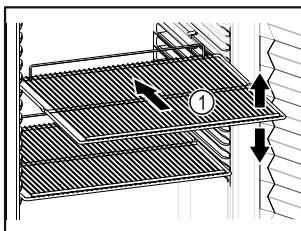

Fig. 39 Приближене відображення
- Якщо решітки для зберігання Fig. 39 (1) знімні, відрегулювати по висоті.